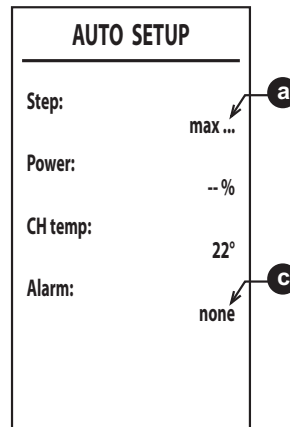

fig. 38
6. După aprindere, arzătorul se poziționează pe încălzire la diferitele puteri (max, med, min) indicate de punctul **a** (fig. 38). În cazul în care eliminarea termică a sistemului nu este suficientă pentru a termina procedura, se poate activa, **numai după ce s-a aprins arzătorul**, o solicitare de apă caldă menajeră.
8. Dacă secvența de aprindere descrisă la punctul „6” nu s-a finalizat cu succes, apare mesajul **max_err** la punctul **a** și un cod de eroare la punctul **c** (fig. 38).